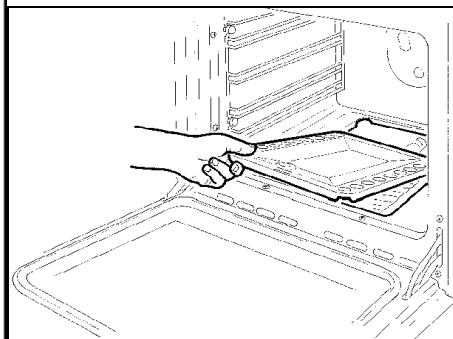

fig.14
1. Togliere il piano forno (Fig. 14).